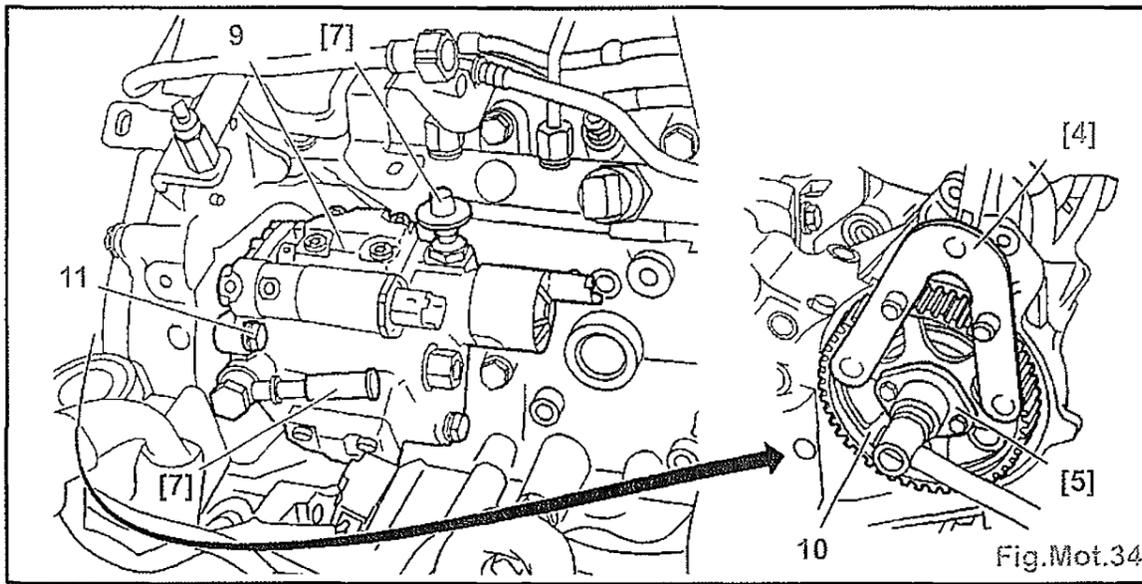

Fig.Mot.34
- le tube haute pression (7),
- la fixation arrière (8).
- Poser la bride pour décollement du pignon de pompe d'injection [5] (Fig.Mot.34).
- Desserrer puis déposer le pignon (10) d'entraînement de pompe haute pression; à l'aide de l'outil [4].
- les fixations (11),
- la pompe haute pression (9),